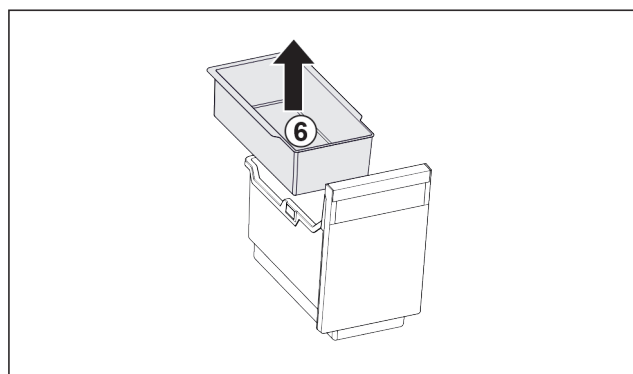

Fig. 90
- ▶ Izvadite ovjesnu posudu Fig. 90 (6).